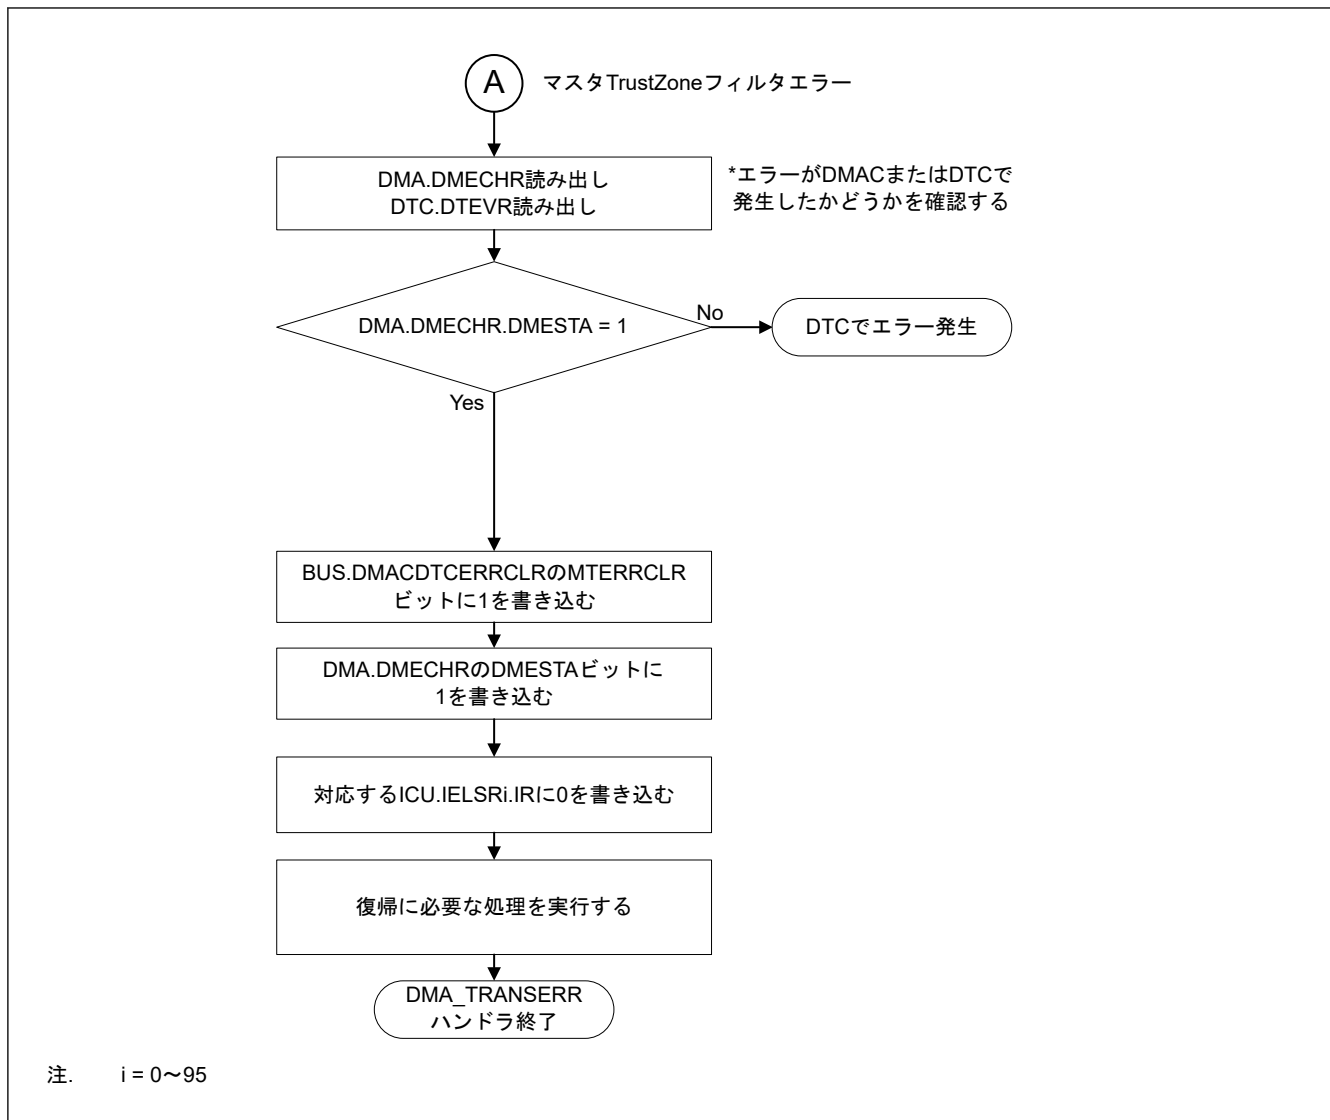

図 16.28 マスタ TrustZone フィルタエラーの DMA_TRANSERR ハンドラにおける処理
- 図 16.28 に DMAC のマスタ TrustZone フィルタエラーが発生したチャンネルを確認するフローを示します。